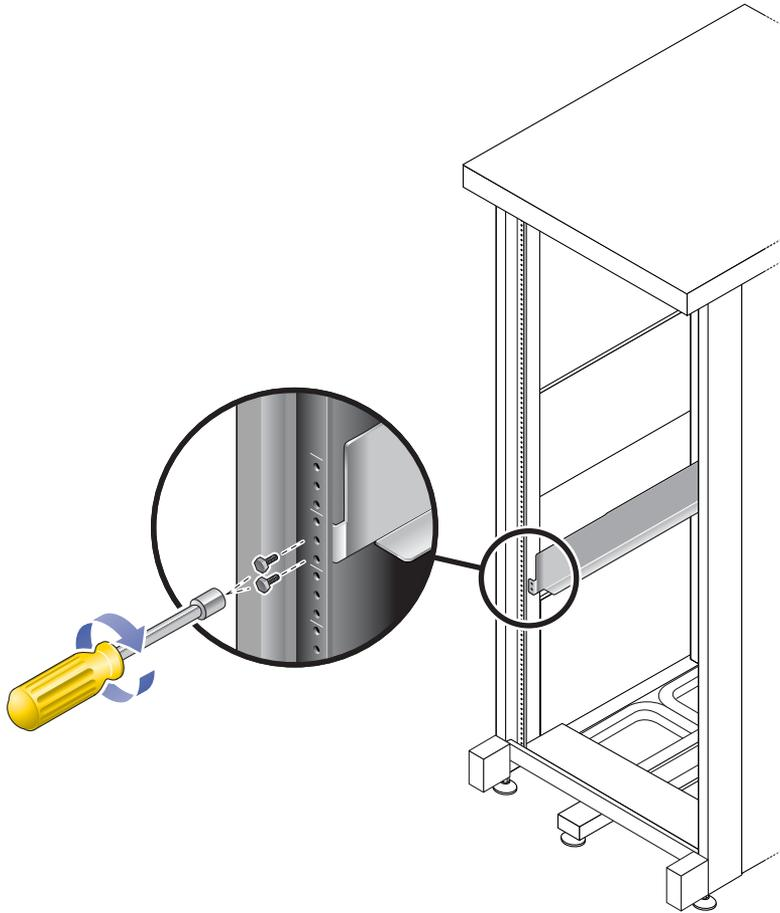

図 2-7 キャビネット正面への左側レールの固定
- b. プラスのねじ回し (Phillips の 2 番) を使用して 2 本のねじを差し込んで締め付け、左側レールをキャビネットの正面に固定します (図 2-7)。